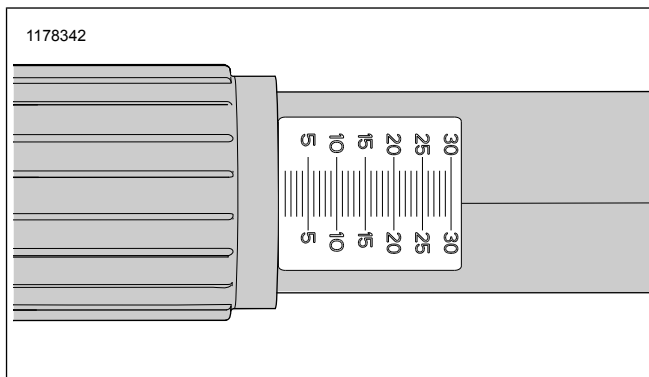

Figure 6. Échelle de régleur
2. Se référer au Tableau 1 et au Figure 6. Tourner le bouton de réglage dans le sens horaire pour augmenter la valeur de précharge, ou dans le sens antihoraire pour la réduire, jusqu'à ce que le bouton de l'indicateur affiche la valeur de précharge appropriée sur la graduation. Un déclic sera émis après chaque demi-rotation.